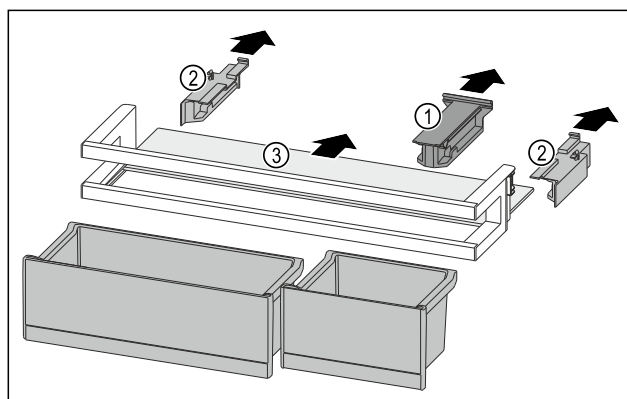

Fig. 127
- ▶ Снимите крепление Fig. 127 (1).
- ▶ Снимите боковые части Fig. 127 (2).
- ▶ Извлеките съемную полку Fig. 127 (3).